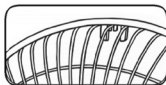

рис. 9
- Раскройте фиксаторы решёток, совместите переднюю (4) и заднюю (8) решётки, закройте фиксаторы, убедитесь в надёжной фиксации решёток (4 и 8) (рис. 9, 10).